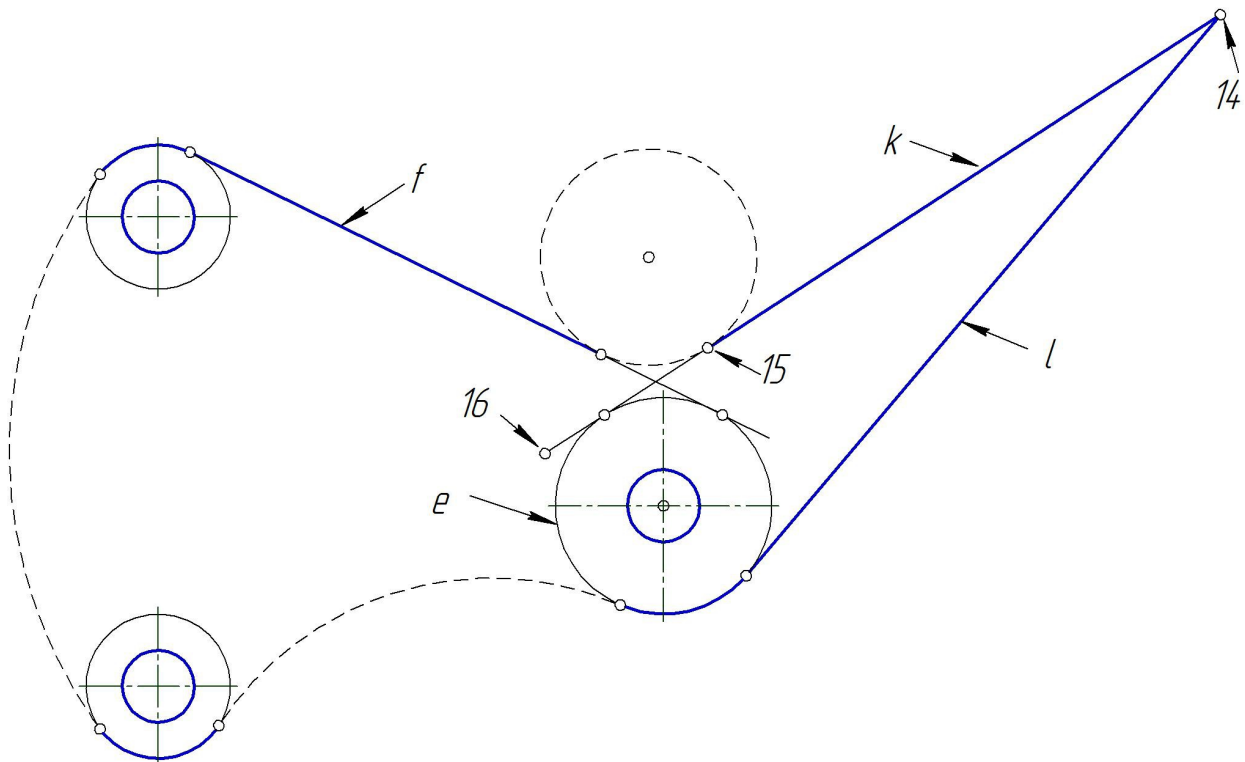

Рис. 1.40. Обводка контура с помощью команды «Отрезок»
5. Обведите участки линии *k* (рис.1.40).